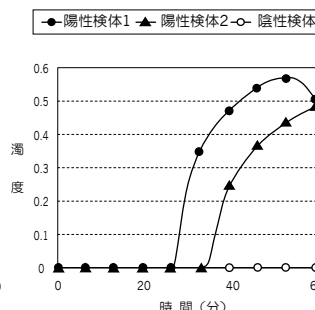

図 2. 検体の増幅曲線パターン*3
- (5) 次に、各検体の判定を行います。増幅反応時間内 (60 分間) に濁度の上昇が認められた場合は「陽性」、濁度の上昇が認められない場合は「陰性」と判定します。(図 2)
- (6) なお、検体によって濁度上昇開始時間や濁度上昇値が陽性コントロール: Positive Control O157 (PC O157) と異なる場合があります。
- (7) 酵素失活処理 (80℃、2 分間) (Loopamp リアルタイム濁度測定装置では自動処理されます。) が終了していることを確認した後、装置から使用済み反応チューブを取り出して、そのままキャップを開けずに廃棄してください。